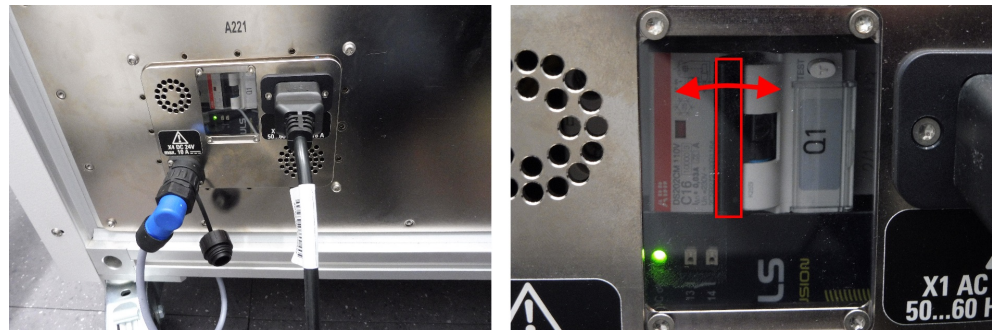

Bild 9-1: Stromversorgungsmodul an der Durchführung [A221] (Foto rechts: Schalthebel des Schutzschalters, rot markiert)
3. Wenn die Schirmkammer immer noch stromlos bleibt, überprüfen Sie den Schutzschalter (Bild 9-1).